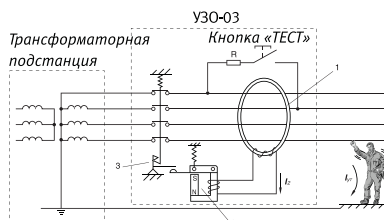

Рис. 1. Принцип действия УЗО.
Принцип действия устройства защитного отключения, реагирующего на ток утечки, поясняется на рис. 1. В нормальном режиме при отсутствии тока утечки по проводникам силовой цепи, проходящим сквозь окно магнитопровода ДТТ (1), протекают рабочие токи нагрузки. Эти токи наводят в магнитном сердечнике ДТТ равные, но векторно встречно направленные магнитные